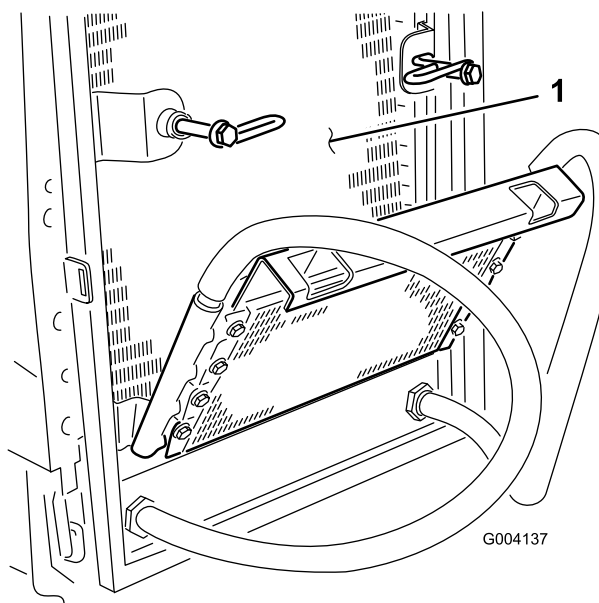

Figura 61
6. Limpe os dois lados do dispositivo de arrefecimento de óleo e o radiador (Figura 61) com ar comprimido.